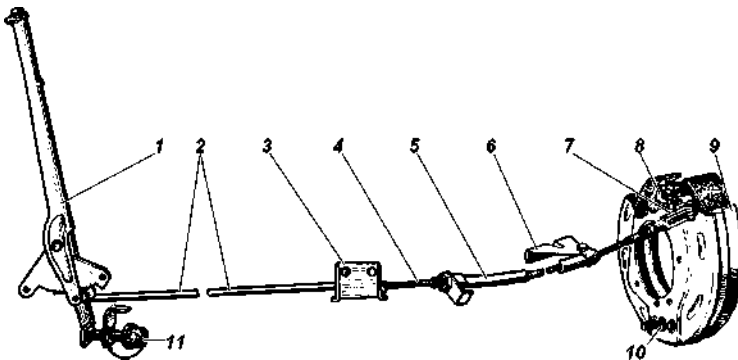

Abb. 9.34. Antrieb der Feststellbremse:
2. Bewegen Sie den Hebel 1 (Abb. 9.34) der Feststellbremse in die vorderste Position.